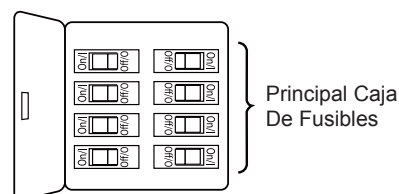

Figura 1
Uso de perfil bajo (Figura 1)
1. Extraiga la pieza de la bola colgante de la unidad de la bola colgante / varilla aflojando el tornillo de presión de la bola colgante hasta que la bola se libere de la varilla. Retire el pasador del barral y luego extraiga la semiesfera. Conserve el pasador y la semiesfera para su reinstalación en el Paso 6. (Figura 1)
Para evitar una posible descarga eléctrica, asegúrese de cortar la alimentación eléctrica de la caja de fusibles principal antes de colgar el ventilador. (Figura 1)
1. Para configurar el código de unidad del receptor. Deslice los interruptores de código a las mismas posiciones que en el transmisor. (Figura 1)
1. Instale la cubierta rotando la ranura clave en la cubierta sobre el tornillo de hombro del soporte del gancho, teniendo cuidado de no pillar los cables. Fije el tornillo de hombro. Instale adecuadamente y fije el segundo tornillo de hombro que fue anteriormente guardado. (Figura 1)
- ☐ 1. Asegure las tres palas usando los tornillos de 1/4"-20 con arandelas planas en la placa de las palas a través de los orificios ubicados en la parte inferior del motor. (Figura 1)
- ☐ 1. **IMPORTANTE:** El uso de un regulador de la intensidad completa (no incluido) para controlar la velocidad del ventilador dañará el dispositivo. Para reducir el riesgo de incendio o descarga eléctrica, no utilice dicho regulador para controlar la velocidad del ventilador. (Figura 1)